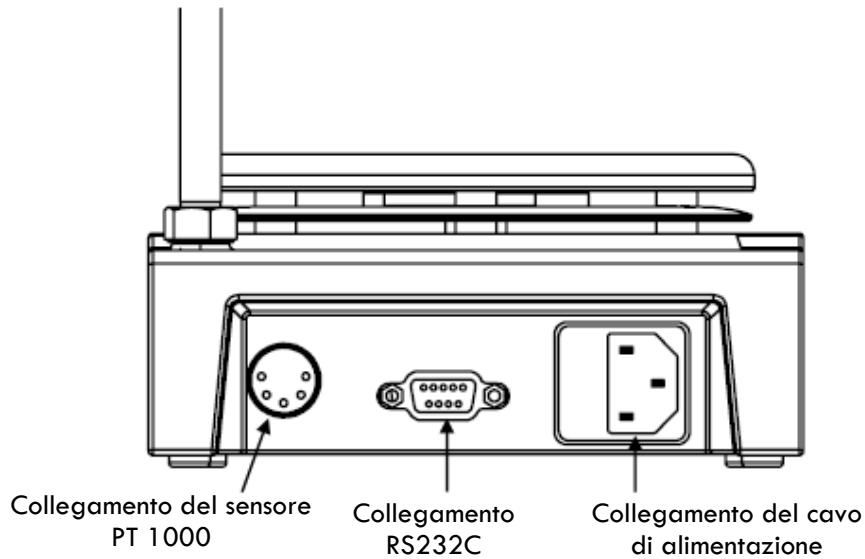

Figura 8
- Le funzioni dei cavi d'interfaccia tra apparecchio da laboratorio e PC costituiscono una selezione dei segnali specificati nella norma EIA-RS232C, corrispondente alla DIN66020 (Parte 1). La posizione del collegamento è mostrata nella figura 8.